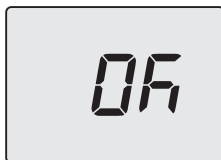

Figura 5.39
- Premendo il tasto 14 (Figura 5.33) si ottiene la conferma del valore inserito. Il display visualizzerà per 5 sec. quanto segue (Figura 5.39) poi, si porterà al livello superiore.